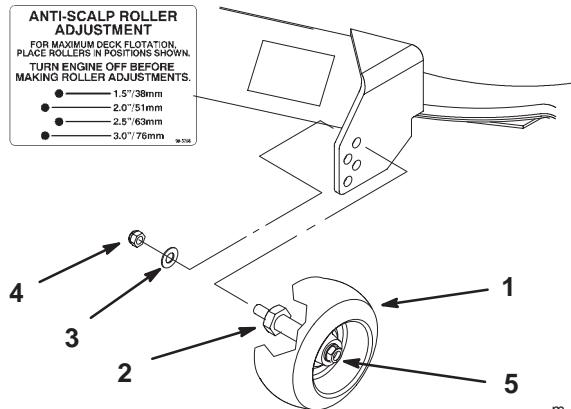

Figure 20
2. Lorsque la hauteur de coupe est réglée, retirez l'écrou à collarette et la rondelle élastique tout en maintenant le goujon avec une clé (Fig. 20).
Note: N'enlevez pas l'écrou et la rondelle de la roue (Fig. 20).
3. Choisissez le trou pour que la roue de jauge se trouve le plus près possible de la hauteur de coupe correspondante voulue (Fig. 20).
4. Remettez l'écrou à collarette et la rondelle élastique (Fig. 20).